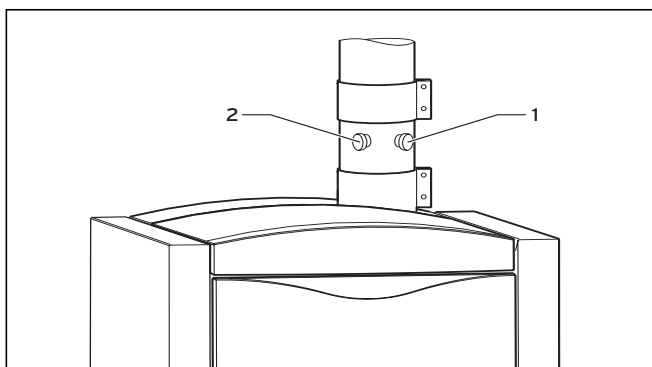

Fig. 7.3 Kontrolåbninger
- Aktivér skorstensfejderdriften ved at trykke samtidig på tasterne "-" (3) og "+" (4) i DIA-systemet.
- Skru slutmufferne af kontrolåbningerne (1) og (2) (se Fig. 7.3).
- Foretag målinger i røggassystemet på prøvestudsen (1) (indstiksdybde: 110 mm). Målinger i luftsystemet kan foretages på prøvestudsen (2) (se Fig. 7.3) (indstiksdybde: 65 mm).
- ved at trykke på tasterne "-" (3) og "+" (4) på samme tid
- Skru slutmufferne på kontrolåbningerne igen (1) og (2) (se Fig. 7.3).